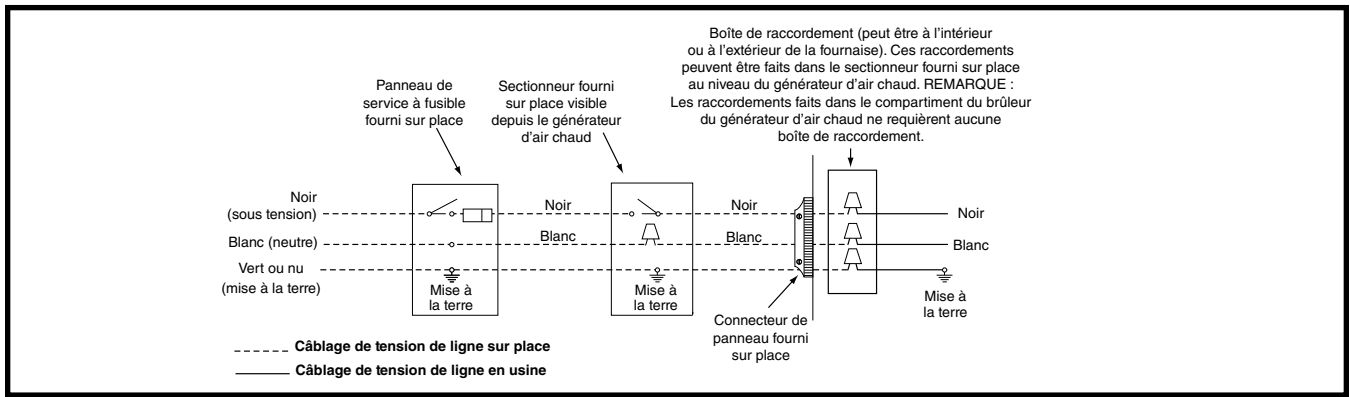
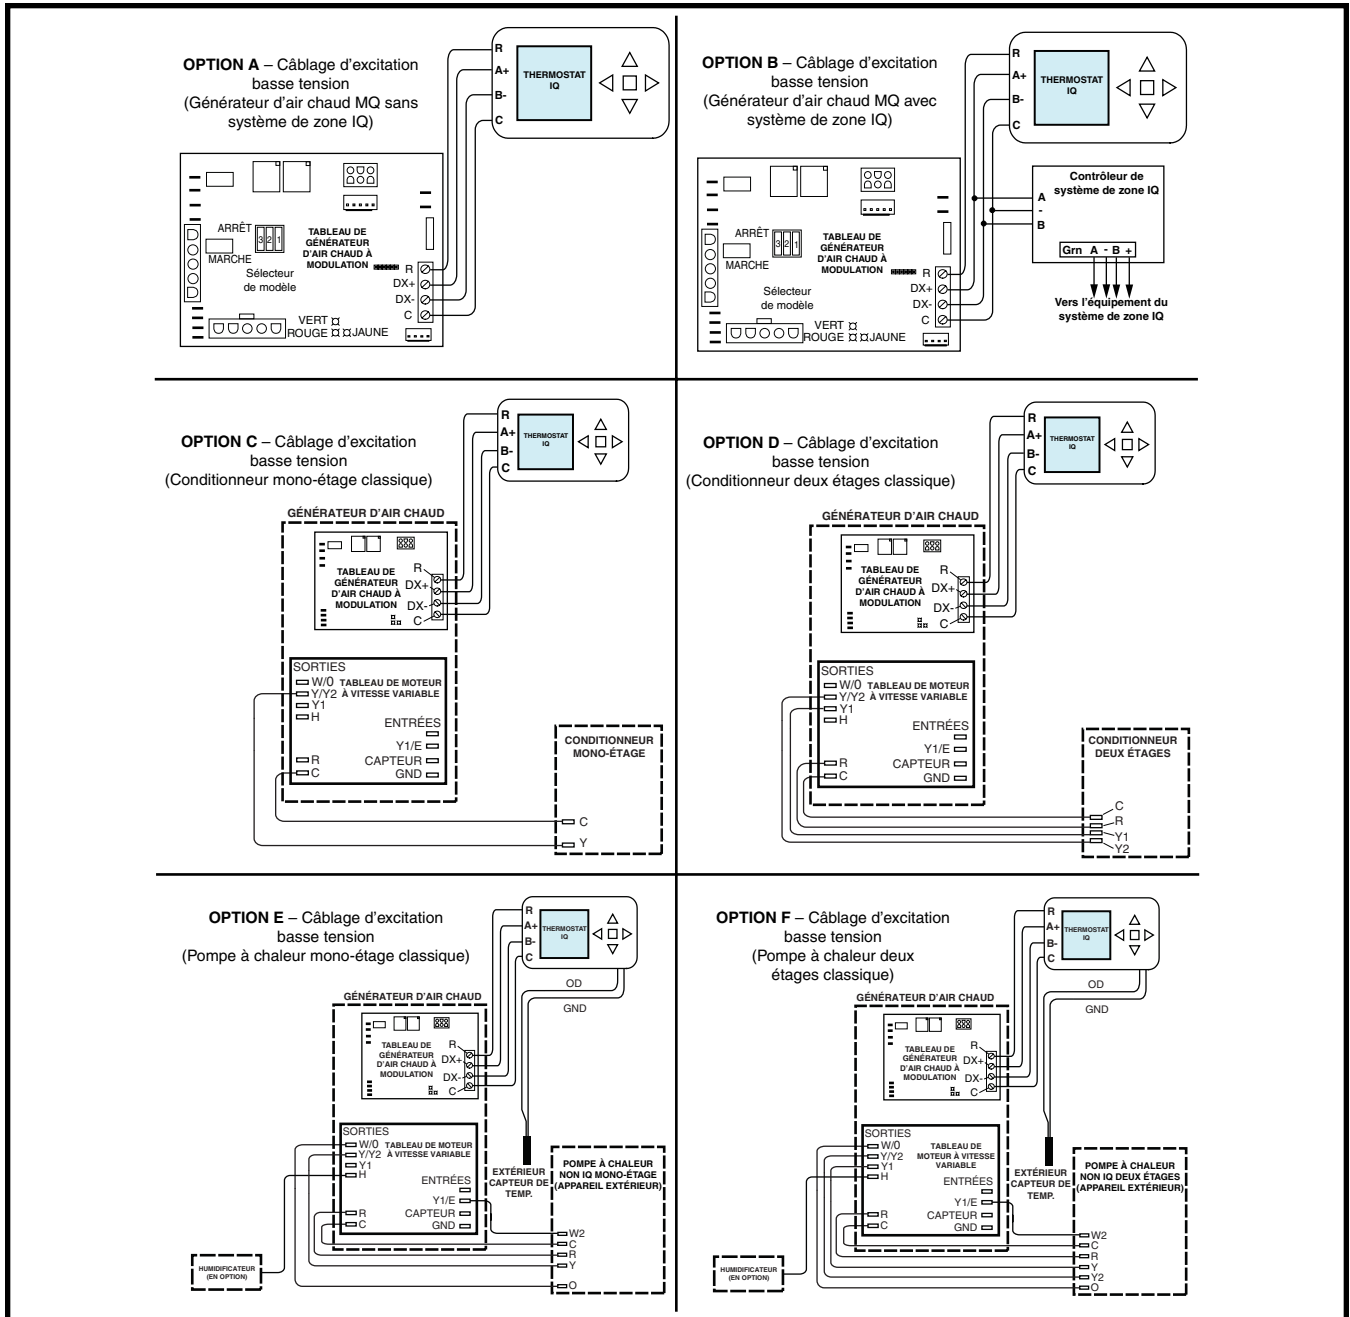

Figure 19. Câblage d'excitation de tension de ligne
Figure 20. Configurations de câblage IQ
- **Un sectionneur doit être installé à un emplacement facilement accessible et visible depuis le générateur d'air chaud. Consulter la Figure 19 ou l'étiquette de schéma de câblage à l'intérieur de la porte de commande. Tout autre méthode de câblage doit être acceptable par l'autorité compétente.**
- **Il faut maintenir la polarité de tension de ligne appropriée afin que le système de commande fonctionne correctement. Vérifier que la ligne neutre entrante est raccordée au fil blanc et que la ligne sous tension entrante est connectée au fil noir. Le générateur d'air chaud ne fonctionne pas si la polarité et la mise à la terre sont mal branchés, comme indiqué dans la Figure 19.**
Les directives de câblage sur le terrain pour tout le matériel du système iQ se trouvent dans les instructions de câblage sur le terrain du système iQ Drive (N/P 709031). Le thermostat iQ Drive® est branché au générateur d'air chaud avec quatre fils acheminés du thermostat jusqu'à la borne P5 du tableau de commande du générateur d'air chaud. Si le générateur d'air chaud MQ fait partie d'un système iQ Zone, consulter la Figure 20, \(page 24\). **Il est recommandé d'utiliser un câble gainé à quatre fils d'un calibre minimal de 18 pour le câblage fourni sur le terrain.**
En cas d'installation d'une thermopompe classique mono-étage ou à deux étages, il est recommandé d'installer un capteur de température extérieure (920938) sur le système. Le capteur est branché au thermostat iQ, comme indiqué aux options E et F de la Figure 20, \(page 24\) et mesure la température extérieure à proximité de la thermopompe. La température extérieure est affichée sur l'écran principal du thermostat iQ et le système passe du générateur d'air chaud à la thermopompe en fonction de la température extérieure.
- ✓ Vérifier que les fils de thermostat (**R**, **DX+**, **DX-** et **C**) sont bien branchés aux fils appropriés de la plaque à bornes de la carte à circuits imprimés. Consulter la Figure 20, (page 24).
Les ordres de fonctionnement des modes de chauffage, de refroidissement et de ventilation sont décrits ci-dessous. Vérifier les schémas de câblage sur place et les schémas de câblage du générateur d'air chaud. Voir les Figure 19, \(page 24\), Figure 20, \(page 24\) et Figure 25, \(page 32\).